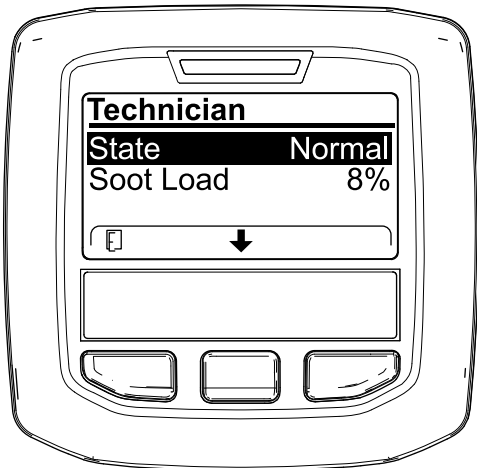

Figura 44
- Utilize a tabela de funcionamento do DPF para compreender o estado atual do funcionamento do DPF (Figura 44).